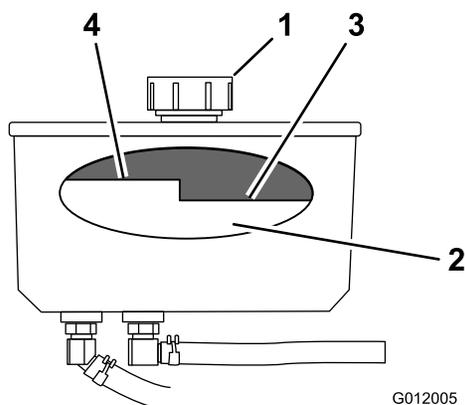

図 72
4. 油圧オイルタンクの注油口周辺をきれいに拭く 図 72。
5. 給油口からキャップを取る 図 72。
**注** オイルが暖かいとき、高温時 FULL レベルの下までであれば適正である 図 72。